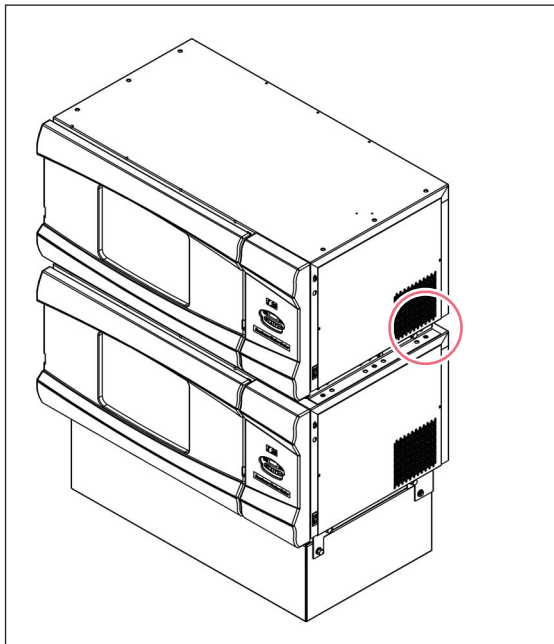

Abb. 4-10: Gerät auf Stapelschienen befestigen
4. Befestigen Sie die Unterseite des oberen Schüttlers mit den bereitgestellten sechs Schrauben $\frac{1}{2}$ -13 x 1 in sowie den Sicherungs- und Unterlegscheiben an den seitlichen Stapelschienen (mit roter Markierung in Abb. 4-10). Befestigen Sie das obere Gerät außerdem mit drei Sechskantschrauben $\frac{1}{4}$ -20 x $\frac{5}{8}$ in sowie den Sicherungs- und Unterlegscheiben an der Anschlagschiene.